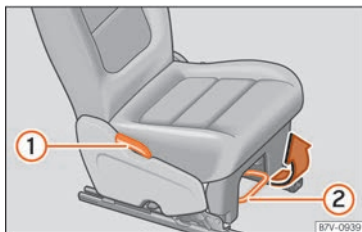

**Fig. 130** Ajustar los asientos traseros.
- Tire de la palanca y ajuste el respaldo en la posición que desee » fig. 130 ① » . ¡El respaldo debe encastrar al soltar la palanca!